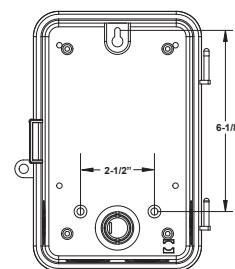

Figure 2 - Rear View of Enclosure with mounting hole dimensions
4. Place the enclosure in the desired mounting location, and mark the three mounting holes (refer to Figure 2 for dimensions). Install the top screw first with one of the supplied spacers, and then hang the enclosure by the keyhole. Drive the remaining two screws at the bottom of the enclosure through the mounting holes while passing each screw through one of the supplied spacers and in to the wall.
4. Placez le boîtier à l'emplacement de montage voulu et marquez les trois orifices de montage (voir la figure 2 ci-dessous pour les dimensions). Placez d'abord la vis supérieure et l'une des entretoises fournies, puis accrochez le boîtier à la boutonnière. Insérez les deux vis restantes à travers les orifices de montage au bas du boîtier en les faisant passer chacune par les entretoises fournies, jusque dans le mur.